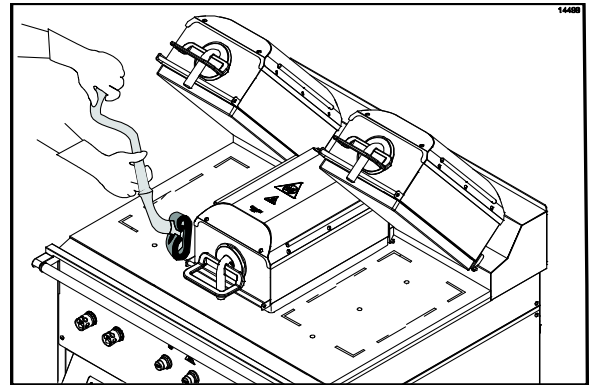

Abbildung 100
28. Beide Seiten der mittleren oberen Grillplatte abschrubben. (Siehe Abbildung 100.)